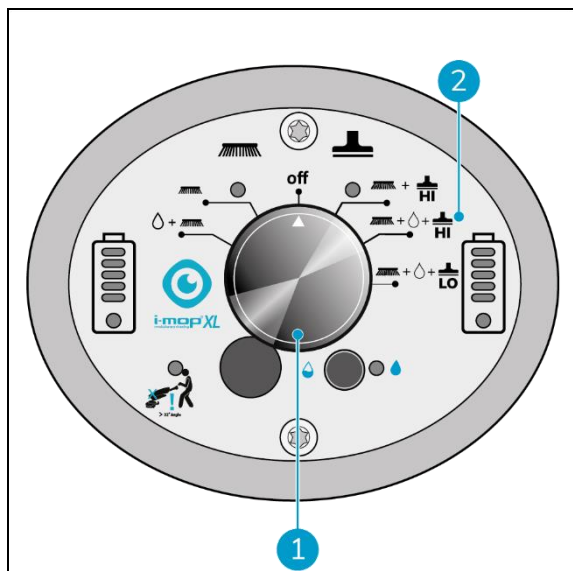

Figura 27
El indicador de advertencia de ángulo parpadeará en la zona marcada con un círculo azul en cuanto el operador baje de 32 grados. La luz indicadora se encenderá y la recuperación de agua se pausará. Cuando el mango se eleva por encima de 32 grados el motor de la aspiradora se reiniciará después de 5 segundos. (figura 27)
2. Utilice el interruptor principal de la i-mop XL Pro (Figura 27, pos. 1) y seleccione MODO 4 Cepillo + Agua/Solución limpiadora + Aspiración en seco (Figura 27, pos. 2).